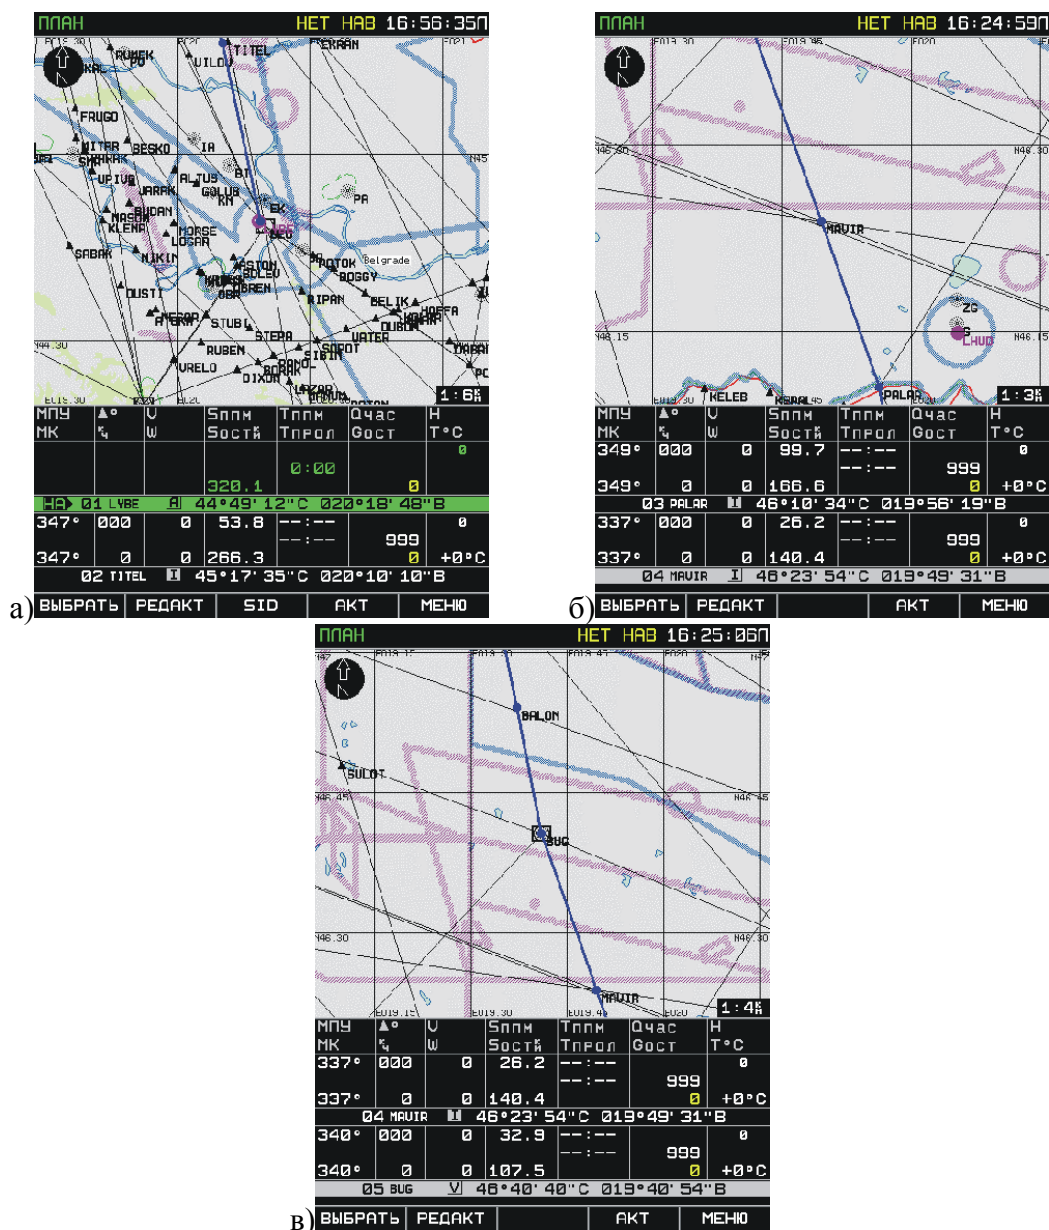

Рис. 95. Просмотр плана полета
2. Просмотр ППМ, включенных в план полета, осуществляется переводом активного маркера ручкой манипулятора курсора. Имеется возможность просмотреть последовательно все пункты маршрута (от ИПМ до КПМ), контролируя для каждого пункта (участка) маршрута (Рис. 95):